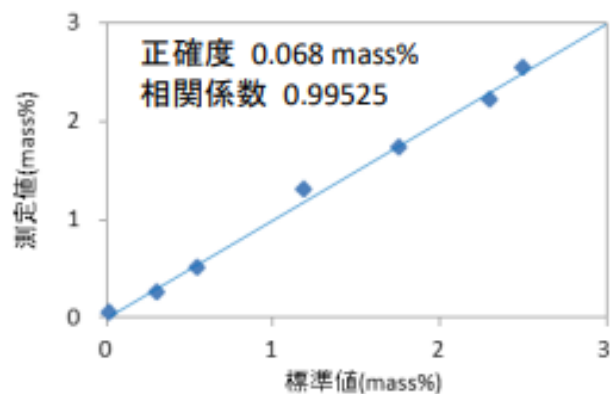

図2 標準値と測定値の相関図 (活性炭中硫黄)
(1) 活性炭中硫黄 (S)、塩素 (Cl) の分析結果
標準値が得られている活性炭試料7点を用いて硫黄、塩素の検量線を作成しました。試料の「標準値」と作成した検量線による「測定値」を表1、相関図を図2、3に示します。試料中の鉄 (Fe) によるS-K α 線、Cl-K α 線への吸収励起効果を補正するため、Fe-K α 線も測定しています。リン (P)、カリウム (K)、カルシウム (Ca)、チタン (Ti)、ニッケル (Ni) などの成分についても標準試料があれば、補正を行うことで、より正確度の良好な検量線を作成することができます。